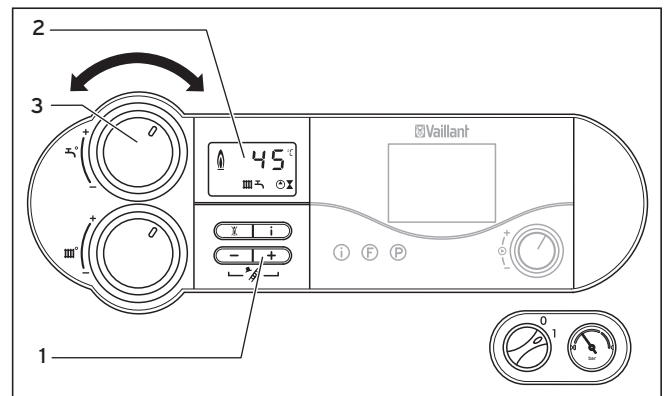

Fig. 4.6 Réglage de la température du ballon
Si la température réglée n'est pas atteinte, l'appareil se met automatiquement en marche puis réchauffe le ballon. Durant le chargement du ballon, l'affichage  clignote sur l'écran (2) (cf. figure 4.6).
- Pour cela, tournez le sélecteur (3) de réglage de la température d'eau chaude au maximum vers la gauche, cf. figure 4.6. Seule la fonction de protection contre le gel du ballon reste active.